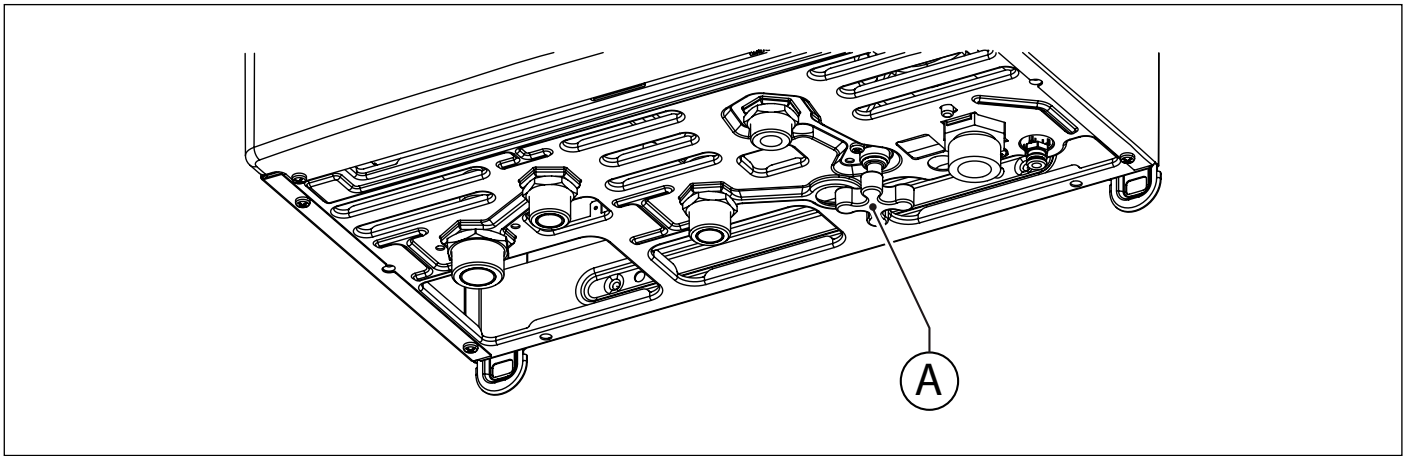

Fig. 2 Grifo de Llenado
Llenar la instalación actuando sobre el grifo de llenado (A) (ver Fig. 2 Grifo de llenado).